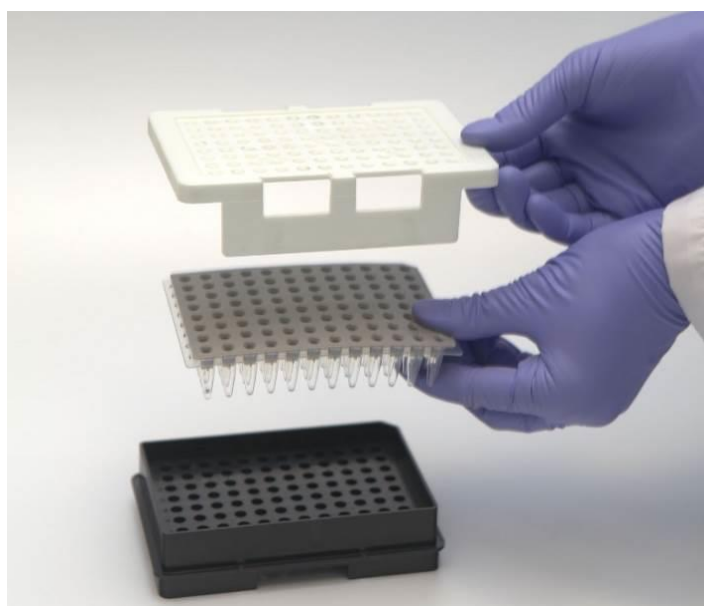

Рисунок 11. Совмещение элементов планшета
2. Совместить элементы планшета в правильной последовательности, представленной на рис. 11: